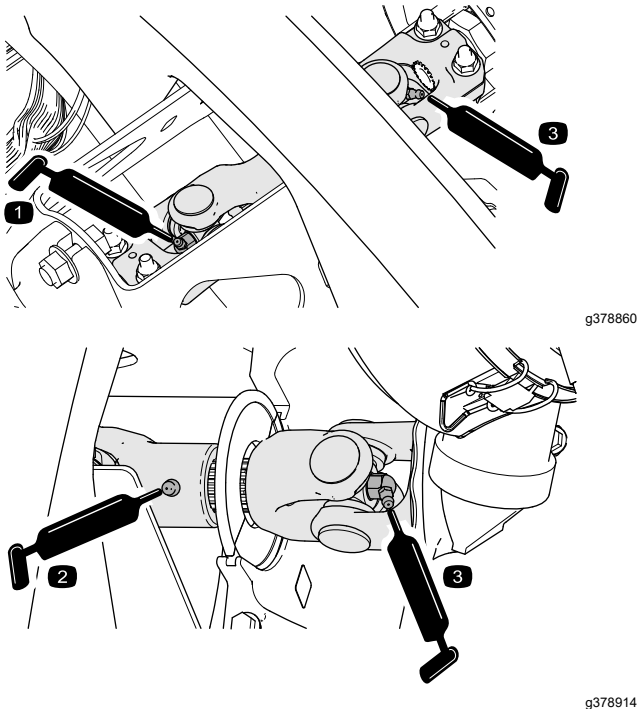

Bild 70
- U-Gelenk der Pumpenantriebswelle (3) (Bild 70)